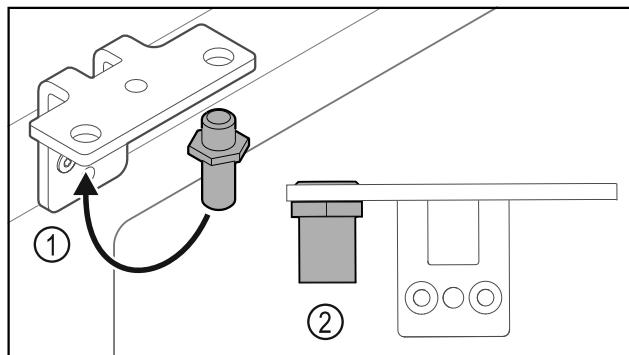

Fig. 38
- Perkelkite kaištį Fig. 38 (1) šarnyriniame kampuotyje.
- Priveržkite kaištį Fig. 38 (2) **12 Nm** sukimo momentu.